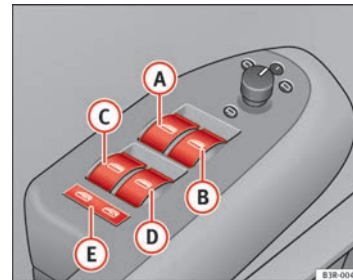

Abb. 80 Ausschnitt aus Fahrertür: Bedienelemente
- (A)** Schalter ⇒ **Abb. 80** für das Fenster in der Fahrertür
- (B)** Schalter für das Fenster in der Beifahrertür
Mit dem Sicherheitstaster ⇒ Abb. 80 **E** können die Schalter an den hinteren Türen außer Betrieb gesetzt werden. Nur wenn der Schalter hineingedrückt ist, lassen sich die Fenster von den Fondsitzen aus öffnen oder schließen.